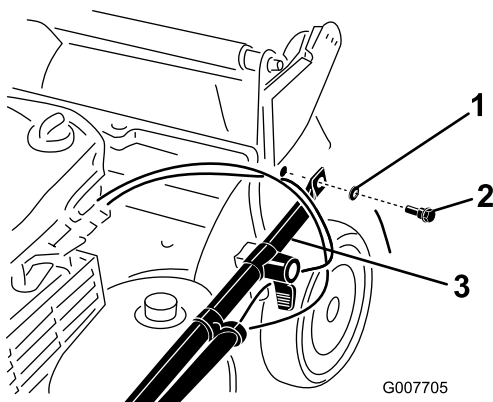

Figure 3
2. Fixez les extrémités du guidon au carter de la machine avec 2 rondelles et 2 boulons (Figure 3), **mais ne serrez pas les boulons**.